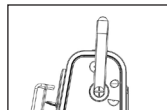

Fig. 1
1. Après déballage, positionnez la poignée en position verticale. [Fig. 1].